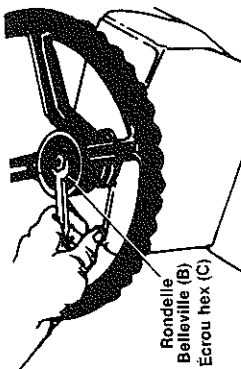

FIGURE 14
- Maintenez-le en place avec une rondelle Belleville (B) (côté creux contre le volant) et un écrou à six pans (C). Voir la figure 14.